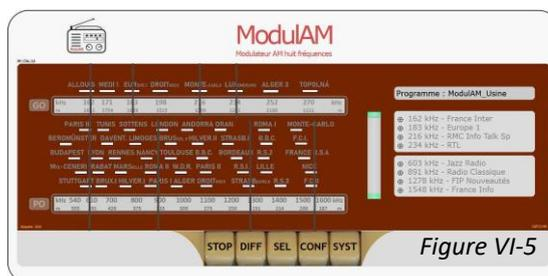

Figure VI-5
- Un second appui sur la touche **DIFF** arrête la diffusion en cours. L'écran passe à l'état 2 (figure VI-5) : les textes et repères sont grisés, la touche **DIFF** n'est pas enfoncée ni éclairée, donc l'envoi sur les ondes n'est plus validé et l'œil magique est ouvert. Avant d'atteindre cet état de veille, le sablier apparaît un court instant en sur la touche **DIFF**, le temps que le système clôture la session de diffusion en cours. Ensuite, le sablier disparaît et plus aucun programme n'est diffusé sur les sorties RF.